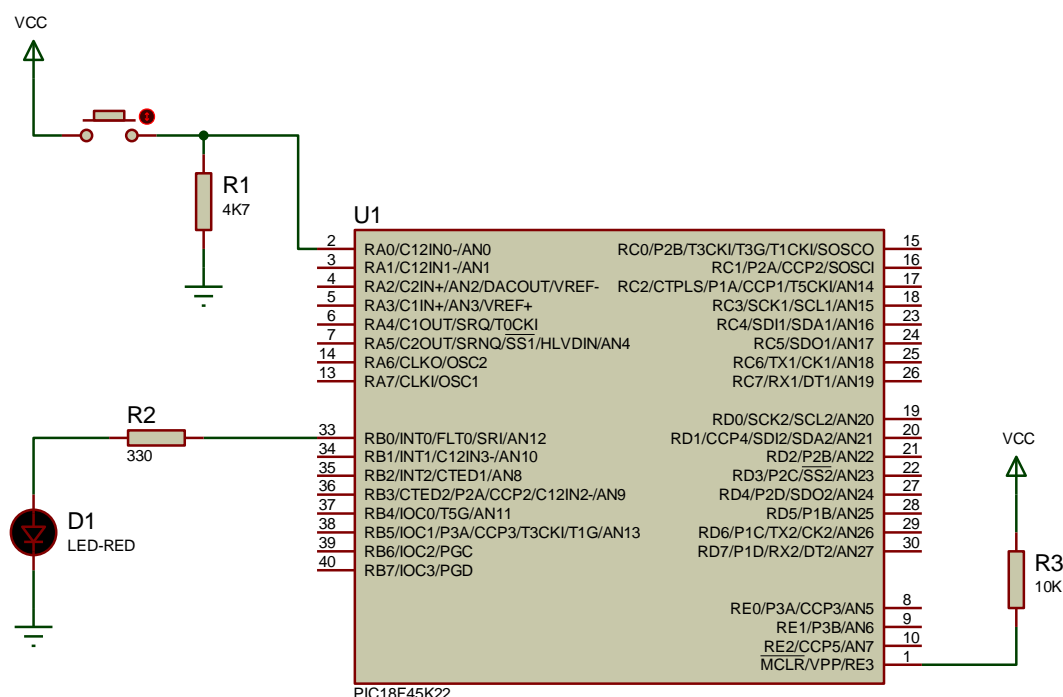

Figura 1
L'esquema del circuit es mostra en la figura 1.
- Implementar el circuit de la Figura 1 sobre Proteus.
- Implementació física del circuit de la figura 1 sobre la protoboard.
**A part del circuit que veiem a la figura 1, hem de fer les connexions necessàries amb els pins d'alimentació del PIC.** El Proteus no ens mostra els diferents pins d'alimentació del micro, però son els següents:
5- Com modificaríeu el projecte si volguéssiu invertir el funcionament del led (apagat amb el botó premut i encès quan el botó no ho estigui). Proposeu tres solucions, dues per **hardware, modificant el connexionat dels components de la Figura 1 (dibuixeu l'esquema)** i l'altre per **software, tot mantenint l'esquema de l'enunciat (escriuiu el codi)**.